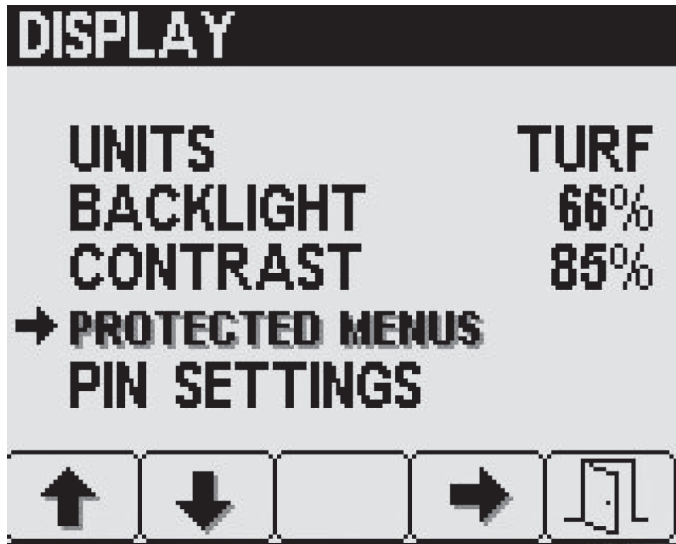

Figura 22
1. Pulse el botón 2 en la pantalla Settings (Ajustes) hasta que llegue a Protected Menus (Menús protegidos) y, a continuación, pulse el botón 4 para seleccionar Protected Menus (Menús protegidos) (Figura 22).
2. Pulse el botón 2 hasta que llegue al elemento de menú protegido que desee (Figura 22).